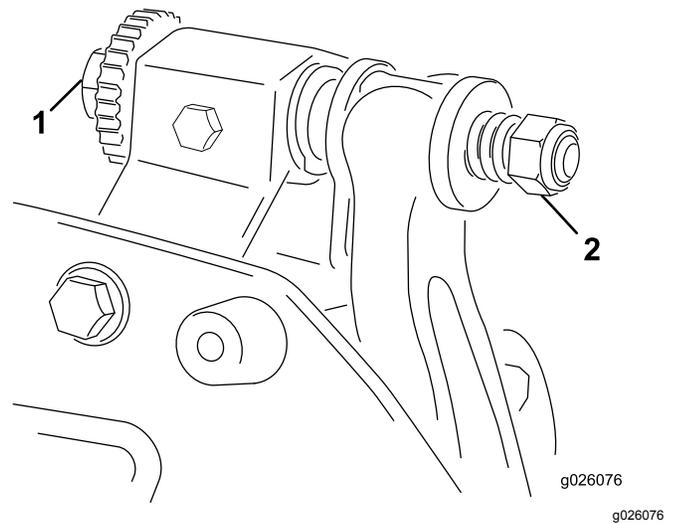

图11
- A. 顺时针旋转底刀架调节螺丝 **图11** 一次调整一格直到感觉并听到轻微的接触。
6. 向右转动底刀架调节螺栓图11通过左右滑动薄垫片直至感到薄垫片上存在轻微的压力。取出薄垫片。